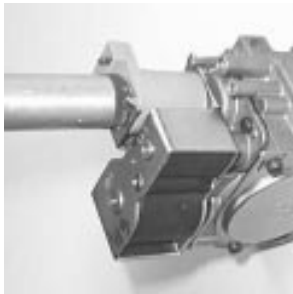

Bild 9
3. Neuen roten Sicherungsring (vgl. Bild 3) auf die Spule stecken und mit einem 17mm Steckschlüssel in die hochstehenden Befestigungsecken drücken (Bild 9). Darauf achten, daß dabei die Spulenachse nicht wieder verdreht wird.